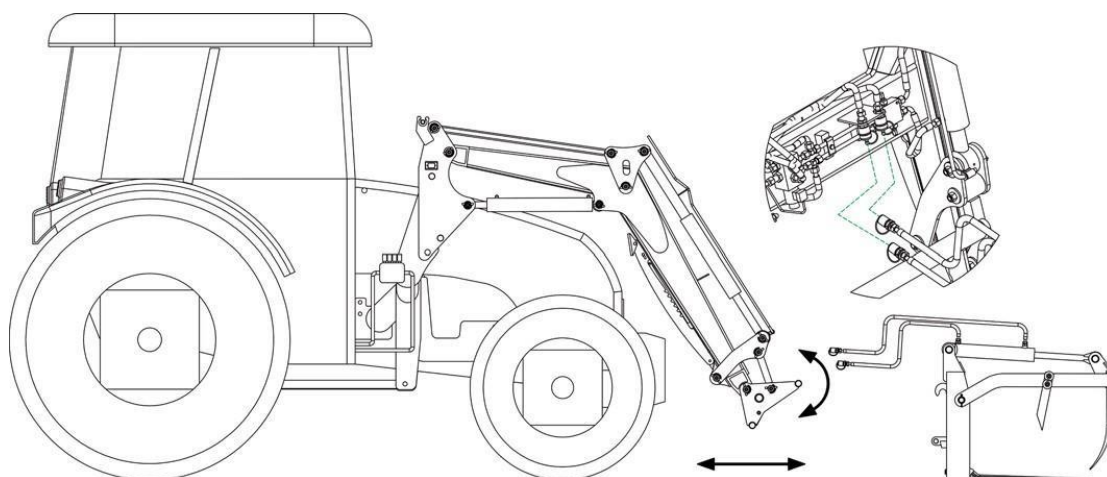

Рисунок 19. Монтаж органа, требующего соединения с системой гидравлической системы
- подъехать к органу (1), установленному на плоском, ровном и упрочненном основании,
- опустить погрузчик до момента, при котором рама агрегатирования (2) найдется ниже крюков сцепки органа (1),
- опустить раму агрегатирования (2) вниз,
- разместить сцепки органа (1) в направляющих рамы агрегатирования (2),
- гидравлические шланги органа соединить с гидравлической системой цилиндра как указано на рис. 19.